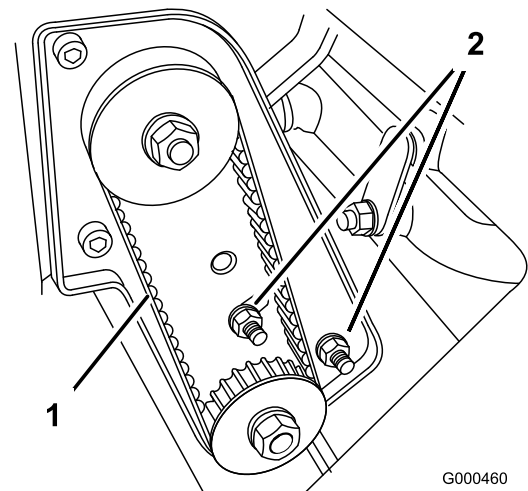

Figura 39
- A. Allentate i dadi di montaggio della sede del cuscinetto (Figura 39).
- C. Serrate i dadi di montaggio della sede del cuscinetto tenendo ferma nel contempo la chiave torsiometrica all'impostazione prescelta (Figura 39). Non tendete eccessivamente la cinghia.